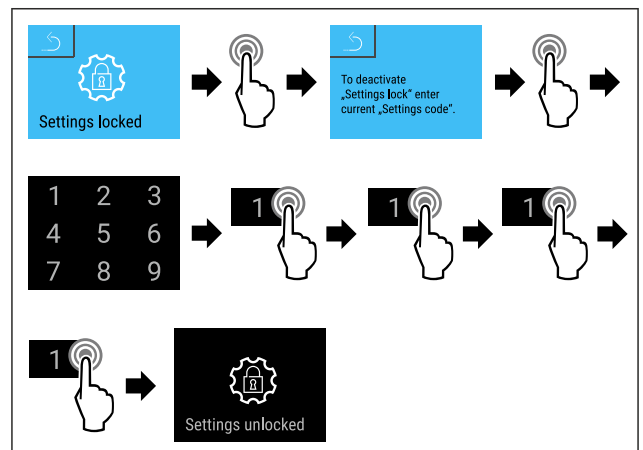

Fig. 89
- ▶ Stappen (zie Fig. 89) uitvoeren.